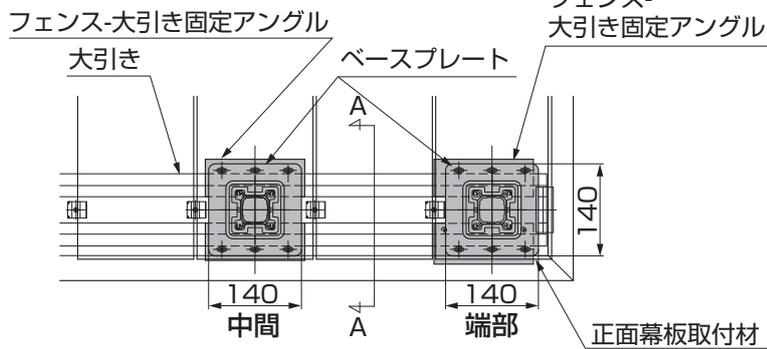
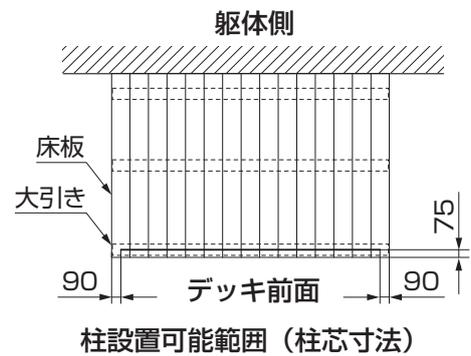
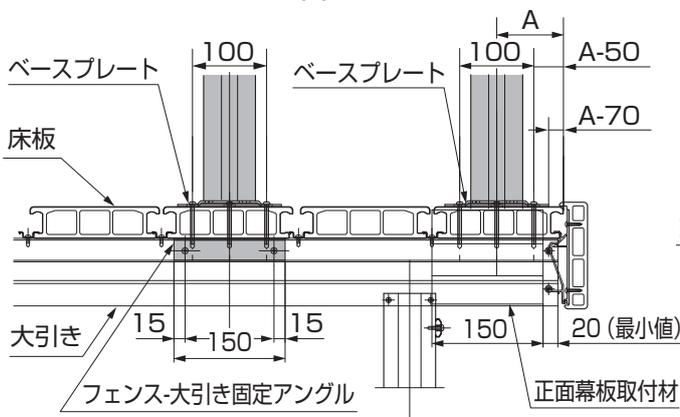
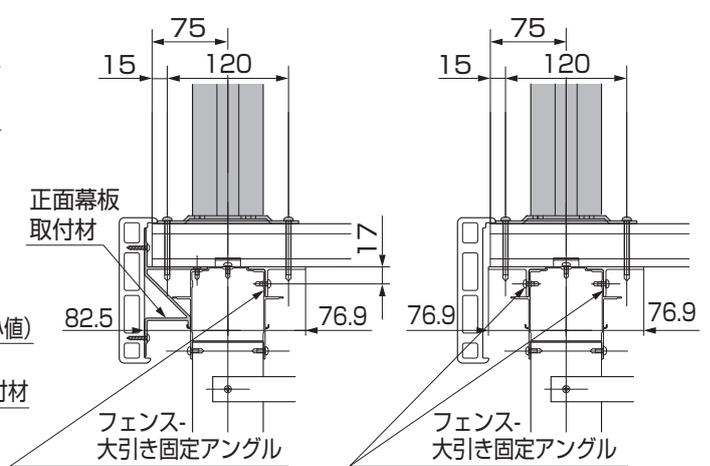

図6-7
図6-8
図6-9
図6-10 A-A矢視図
- デッキの中間部に立てる場合、端部に立てる場合には、図6-7、図6-8、図6-9、図6-10を参照して取付けてください。
- 図6-9のA寸法値の最小値は90mmです。
- 図6-9のA寸法の最大値は、フェンス-大引き固定アングルに手が届く約400mmの範囲内で自由に設定することができます。
②ネジ位置をマーキングしてください。
③マーキングした床板に、φ5.5の下孔をあけてください。(※1)
④大引きにフェンス-大引き固定アングルを、【7-1】で取付けてください。
⑤ベースプレートを【7-2】で、床板の下の幕板固定金具またはフェンス-大引き固定アングルまで取付けてください。